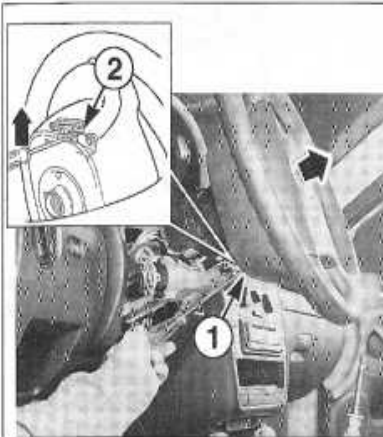

FIGURE 9-16
- Introduire un tournevis (d'environ 175 mm de long) derrière le volant, à travers la tulipe (1) (figure 9-16).
- À l'aide du tournevis, repousser l'agrafe (2) et déverrouiller le crochet d'arrêt de l'airbag (figure 9-16).